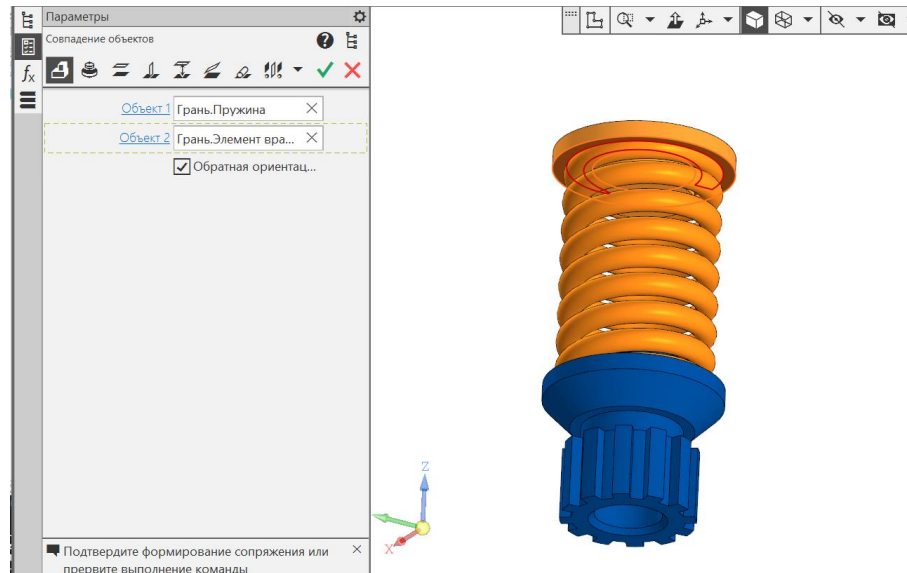

Рис. 28 Сопряжение «Совпадение» Пружины и Тарели
- **Сборка – Размещение компонентов – Сопряжения – Совпадение** (рис. 28): Объект 1 (Пружина) – Грань. Пружина. Объект 2 (Тарель) – Грань. Элемент вращения: 1.